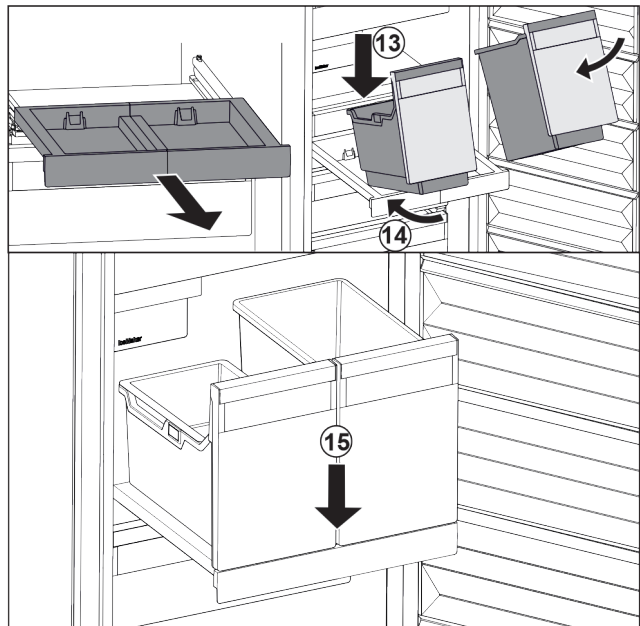

Fig. 106
- ▶ Встановити резервуар на витяжну панель навкосою. Fig. 106 (13)
- ▶ Насунути резервуар навкосою до задку. Fig. 106 (14)
- ▶ Резервуар опустити спереду. Fig. 106 (15)